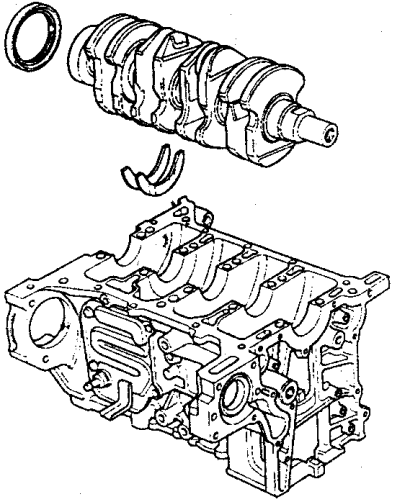

图 2-29 拆卸曲轴
10) 如图 2-29 所示，将曲轴从气缸体中取出，注意不要损坏轴颈。